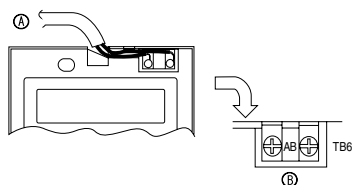

Fig. 6-4
2) Méthodes de connexion (Fig. 6-4)
① Connecter le cordon de la télécommande au bornier.